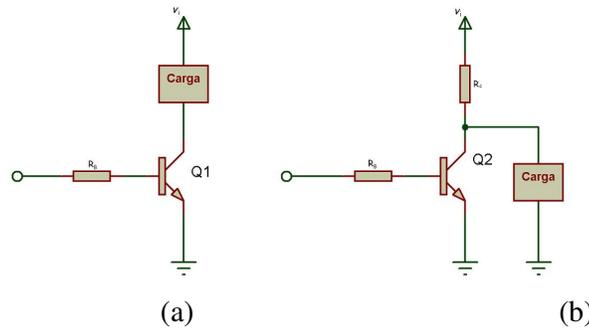
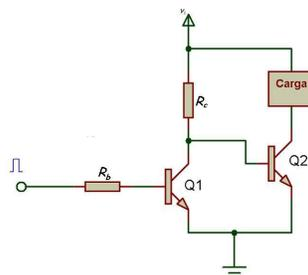

Figura 3.5.a “Carga en serie con el transistor”, 3.6.b “Carga en derivación con el transistor”
Figura 3.7 "Conexión de transistores en cascada"
La figura 3.5(a) muestra la configuración básica, mientras que en la figura 3.7(b) se añade una protección de cortocircuito para el transistor serie externo.
Una aplicación básica de los transistores es ser usados como interruptores electrónicos para el control de corriente en una carga externa. Hay dos formas de conectar la carga, como se muestra en la figura 3.5. Cuando la carga es colocada en derivación con el transistor, una resistencia R_c es conectada en serie entre la red paralela y la fuente de voltaje. Cuando el interruptor esta en corte (OFF), la corriente fluye a través de la carga y la resistencia R en serie. Cuando el transistor esta saturado (ON), la carga es cortocircuitada y la corriente esta dirigida desde la carga a través del transistor.
Si la carga externa requiere corrientes muy altas, estas pueden ser suministradas por un transistor que es controlado por una corriente-limite de base y una fuente de voltaje, es posible conectar transistores en como se muestra en la figura 3.7.